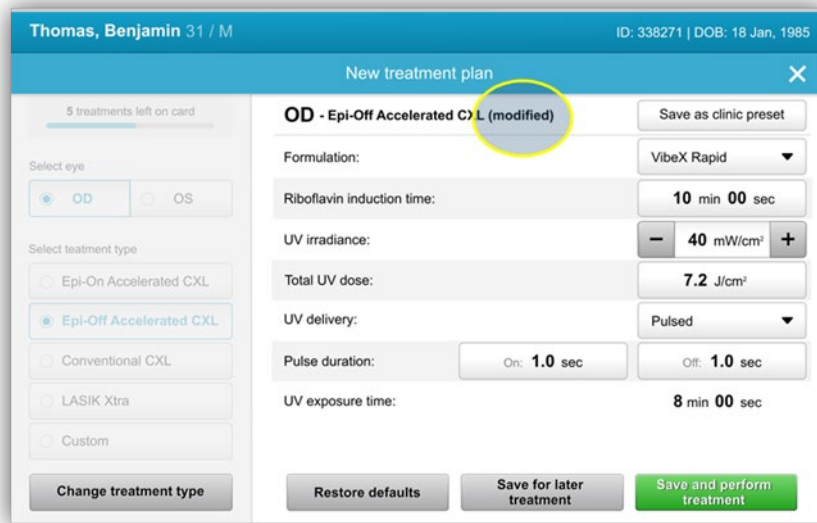

Figura 3-8. Plano de tratamento ajustado
- Caso os parâmetros tenham sido ajustados dentro de qualquer uma das quatro predefinições, "modificado" será exibido ao lado do plano de tratamento escolhido, conforme mostrado na Figura 3-8.